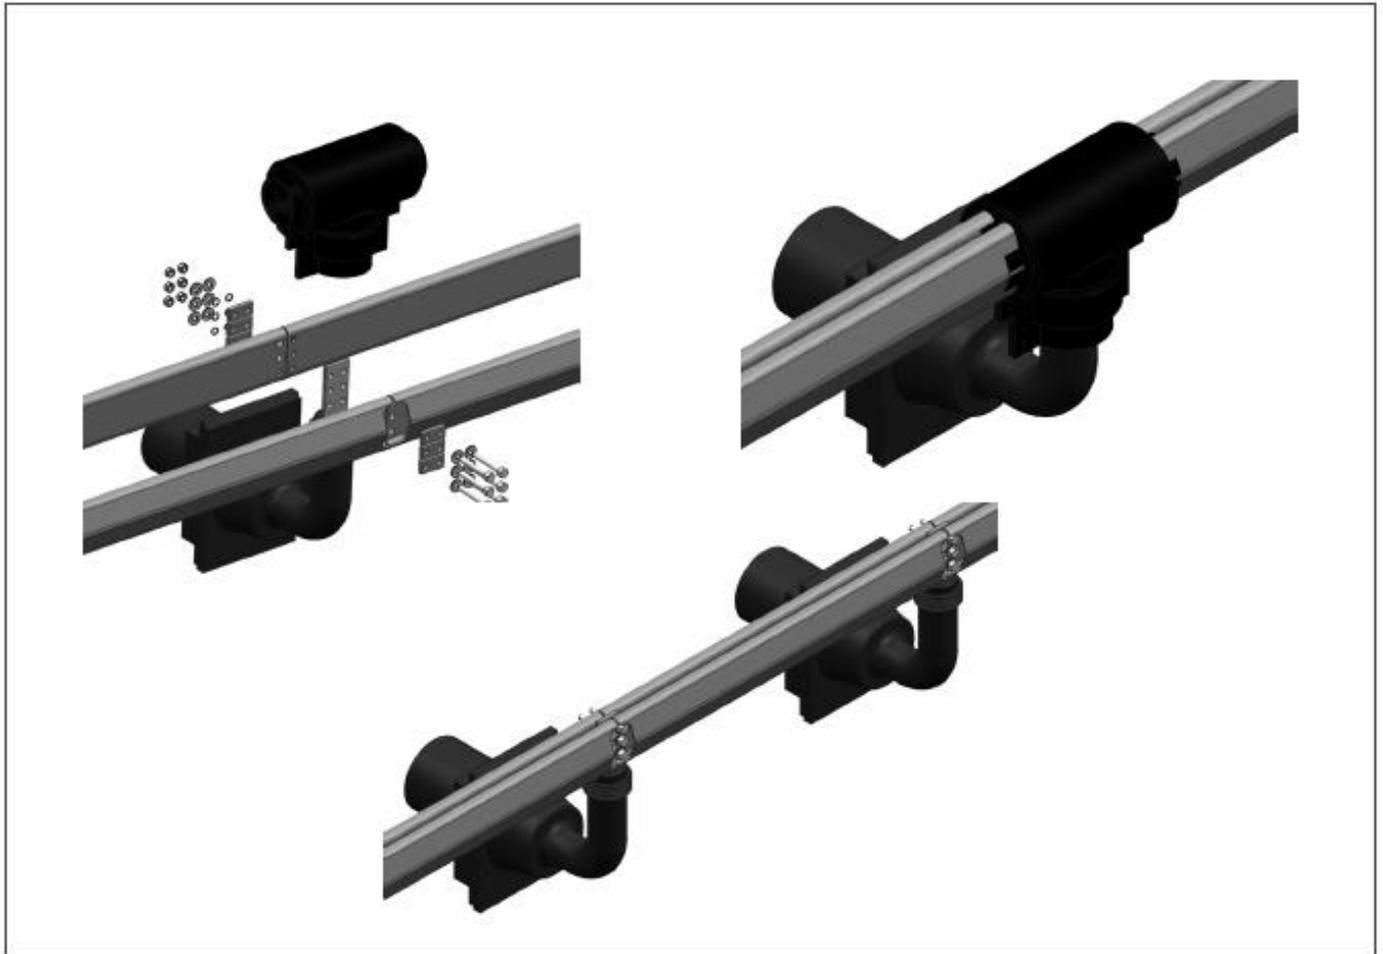

Fig. 21: Montagem da junção do barramento
4. Os barramentos das unidades adjacentes devem ser unidos com os elos do barramento (Fig. 21.4, Fig. 21) e o equipamento fornecido. Ao inserir os parafusos, verifique se a cabeça do parafuso está voltada para as peças estruturais de chapa metálica. Isso significa que as porcas estarão sempre voltadas para as peças energizadas, como conexões de barramentos/alimentador.